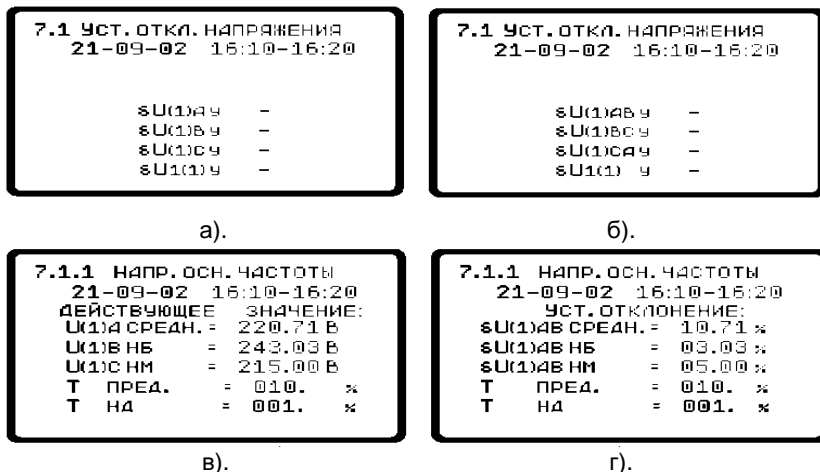

Рисунок 41
- $\delta U_{(1) AY}$ ($\delta U_{(1) ABY}$) – установившееся отклонение напряжения фазы А (между фазой А и фазой В);
- $\delta U_{(1) BY}$ ($\delta U_{(1) BCY}$) – установившееся отклонение напряжения фазы В (между фазой В и фазой С);
- $\delta U_{(1) CY}$ ($\delta U_{(1) CAY}$) – установившееся отклонение напряжения фазы С (между фазой С и фазой А);
Так при выборе в меню 7.1 первого пункта ($\delta U_{(1) OAY}$ или $\delta U_{(1) ABY}$) появится меню 7.1.1 (рисунок 41, в или 41 г, соответственно в зависимости от схемы подключения), где:
- $\delta U_{(1) A \text{ средн.}}$ ($\delta U_{(1) AB \text{ средн.}}$) – усредненное за весь интервал значение отклонения напряжения;
- $\delta U_{(1) A \text{ нб}}$ ($\delta U_{(1) AB \text{ нб}}$) – наибольшее за весь интервал значение отклонения напряжения;
- $\delta U_{(1) A \text{ нм}}$ ($\delta U_{(1) AB \text{ нм}}$) – наименьшее за весь интервал значение отклонения напряжения;